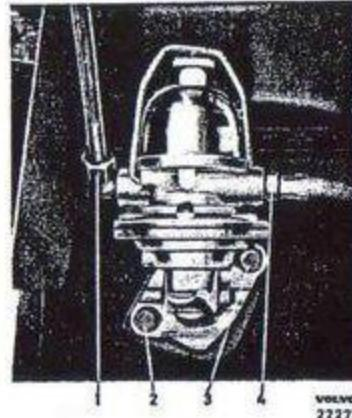

Bild 11. Bränslepump.
Bilen är försedd med reservtank, som inkopplas med en spak placerad till höger om kardanaxeln vid främre passagerarplatsens vänstra sida. Bränslepumpen (bild 11) är av membrantyp och försedd med filter och handpumparm.
1. Lossa bränsleledningen 4 resp. 1 bild 11 mellan pump och förfilter samt mellan pump och förgasare.
2. Lossa fästskruvarna 2 resp. 3 bild 11 och dra ut pumpen.